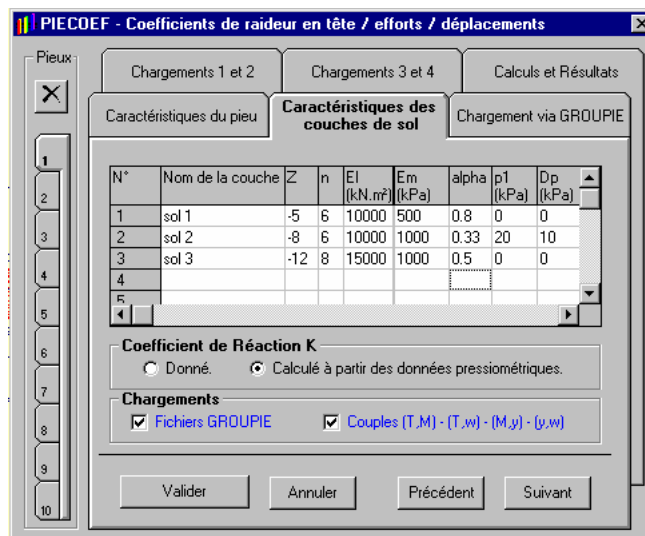

Figure G.7 : Module PIECOEF – Caractéristiques des couches de sol – Chargements manuels et issus de GROUPIE
- Différents cas de conditions en tête sont étudiées et proviennent non seulement de calculs GROUPIE mais aussi de saisies manuelles. Dans ce cas, les deux cases « Fichiers GROUPIE » et « Couples (T,M) - (T,w) - (M,y) - (y,w) » doivent être cochées. Les trois onglets supplémentaires concernant les chargements apparaissent alors. (voir figure G.7.)